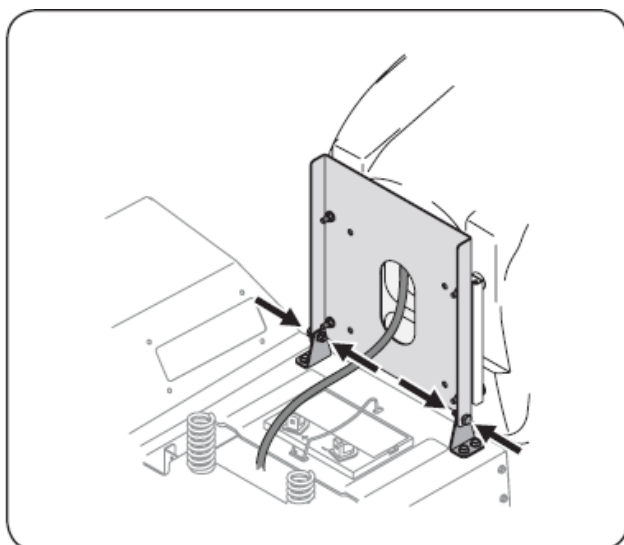

Figure 3-4
3. Faites pivoter le siège en position et fixez-le en place à l'aide des boulons à épaulement et des écrous de blocage précédemment retirés. Assurez-vous de ne pas coincer ou endommager le faisceau de câbles pendant que vous installez le siège. Consultez la figure 3-4.